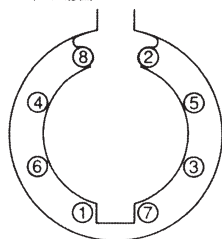

図9
- !** O. 配管ボルトの締め付けは、対角線上を均等に順次行ってください。片締めはモレの原因となります。①～⑧は締める順番の例を示しております。(図9)